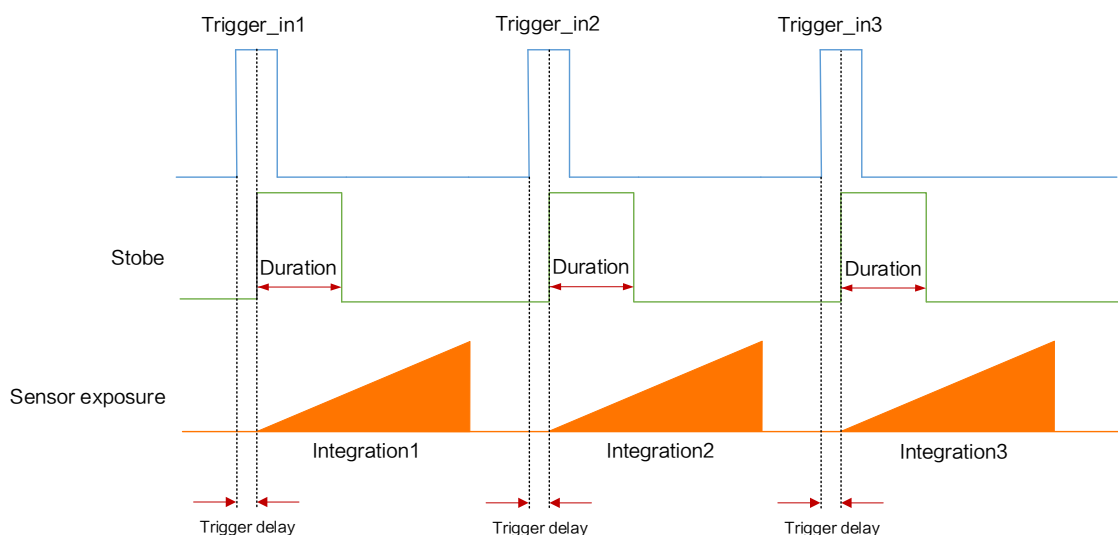

图8-26 Strobe 持续时间时序
- 若 *Strobe Line Duration* 值为非 0 时，Strobe 高电平延续时间等于 *Strobe Line Duration* 值，时序如图 8-26 所示。